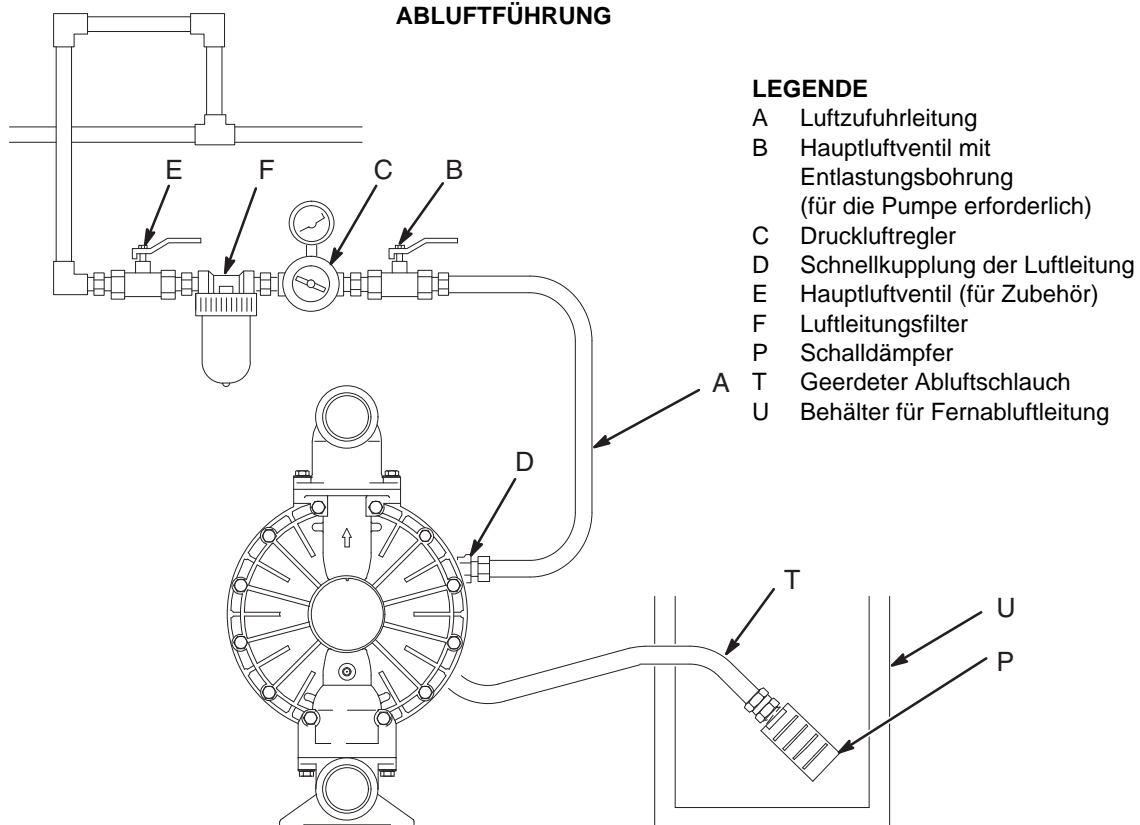

ABB. 5
Bei Membranenriss wird die gepumpte Flüssigkeit mit der Luft abgeleitet. Einen geeigneten Behälter an das Ende der Abluftleitung stellen, um das Material aufzufangen. Siehe ABB. 5.
1. Den Schalldämpfer (P) aus der Abluftöffnung in der Pumpe ausbauen.
2. Einen geerdeten Abluftschlauch (T) einbauen und den Schalldämpfer (P) an das andere Ende des Schlauches anschließen. Der Abluftschlauch muss einen Innendurchmesser von mindestens 19 mm haben. Wenn ein Schlauch mit einer Länge über 4,57 m erforderlich ist, muss er einen größeren Durchmesser haben. Scharfe Biegungen oder Knicke im Schlauch vermeiden. Siehe ABB. 5.
3. Einen Behälter (U) an das Ende der Luftleitung stellen, um im Fall eines Membranenrisses Material aufzufangen.